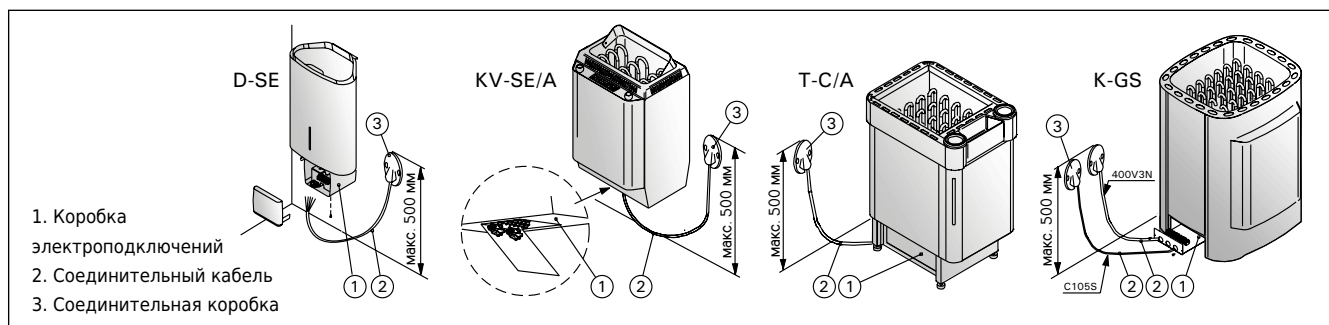

Рисунок 8. Установка каменки
- Каменка гибким проводом подсоединяется к соединительной коробке (рис. 8: 3) на стене сауны. Соединительная коробка должна быть брызгозащищенной и находиться на расстоянии
- В качестве кабеля (рис. 8: 2) следует использовать резиновый кабель типа H07RN-F или подобный. **ВНИМАНИЕ! Использование кабеля с ПВХ-изоляцией запрещено вследствие его разрушения под воздействием тепла.**